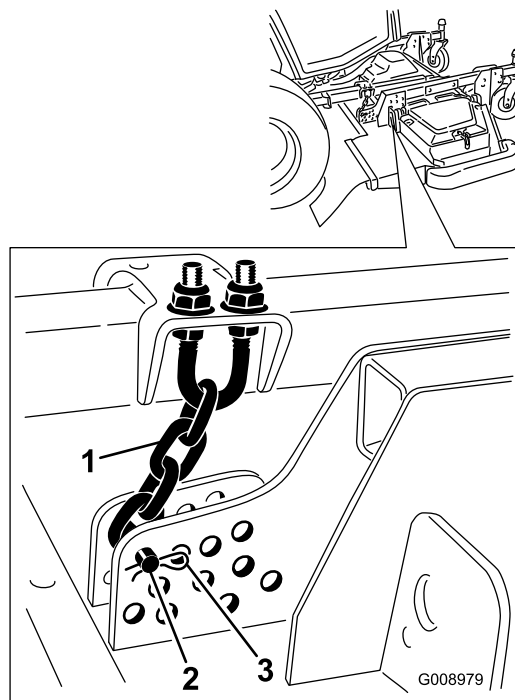

Рисунок 131
4. Снимите шплинт и шплинтуемый штифт, которые крепят цепи регулировки высоты скашивания к задней части деки газонокосилки (Рисунок 131).